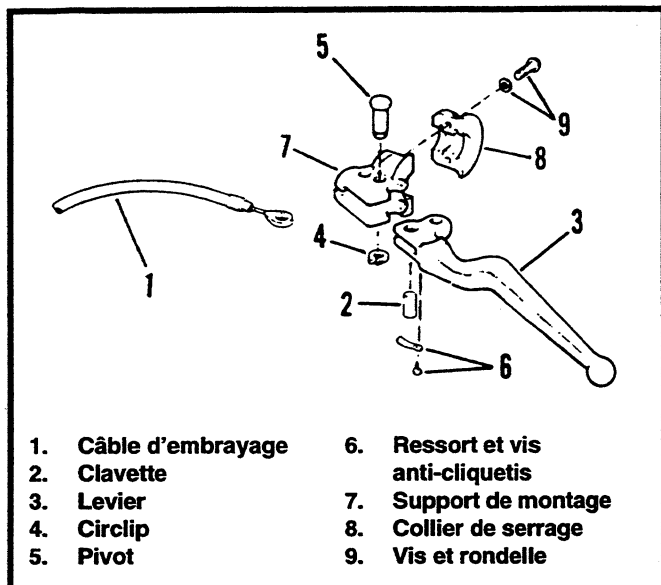

Figure 2-49. Commande manuelle de l'embrayage
Levier et câble d'embrayage – Partie supérieure (Figure 2-49)
Commande manuelle d'embrayage (Figure 2-49)
1. Voir Figure 2-49. Installez le ressort et la vis anti-cliquetis (6) en dessous du levier (3).
2. Reliez l'extrémité de la partie supérieure du câble (1) au levier d'embrayage (3) à l'aide de la clavette (2).
3. Positionnez le levier dans son support de montage (7).
4. Appliquez une petite quantité de Loctite® ANTICORROSION sur le pivot (5). Fixez le levier au support de montage à l'aide du pivot (5) et du circlip (4).
Commande manuelle de l'embrayage (Figure 2-49)